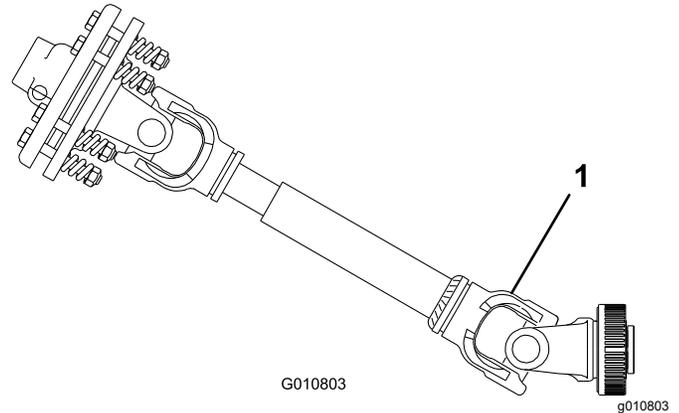

图 10
**重要事项** 当连接 PTO 时切勿将打孔机提升到必要高度以上。机器提升得太高会导致 PTO 轴转向节断裂图 10。当升起打孔机时请关闭 PTO。PTO 的向上操作角度可达 25°但当打孔机处于其最高位置时角度切勿超过 35°否则可能对 PTO 轴造成严重损坏。